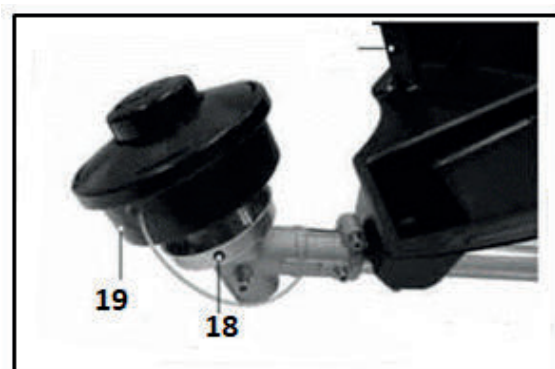
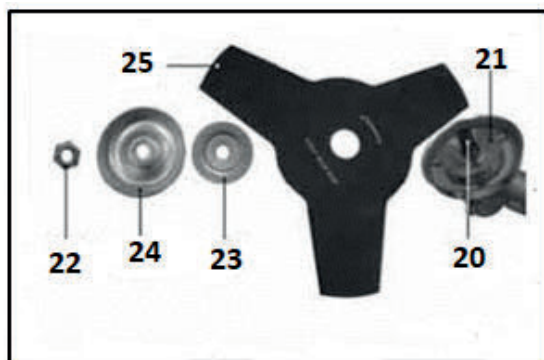

Рис.7
Рис.8
• Вставьте шестигранный ключ из комплекта поставки в специальное отверстие (18) (Рис.7) внутреннего фланца и заблокируйте шпindel (20) (Рис.8).
• Удерживая одной рукой шестигранник блокирующий вал, другой рукой отверните по часовой стрелке триммерную катушку (19).
• Снимите триммерную катушку (19) в сборе со шпинделя (20).
Рис.8а
Вставьте шестигранный ключ из комплекта поставки в специальное отверстие (18) внутреннего фланца и заблокируйте шпиндель (20). Универсальным ключом открутите гайку (22) вращая ее по часовой стрелке (Рис.8 и 8а).
Универсальным ключом зафиксируйте нож (25) гайкой (22) вращая ее против часовой стрелки (Рис.8а).